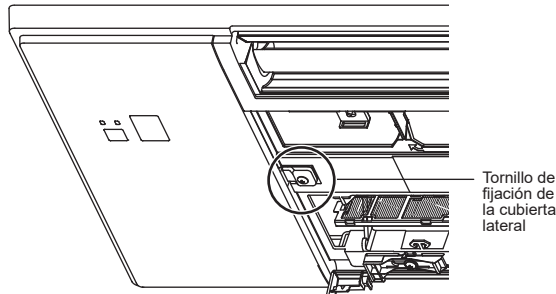

Fig. 9
- Sujete las cubiertas laterales I/D con los tornillos de fijación de la cubierta lateral que retiró en el paso 2. (Fig. 9)